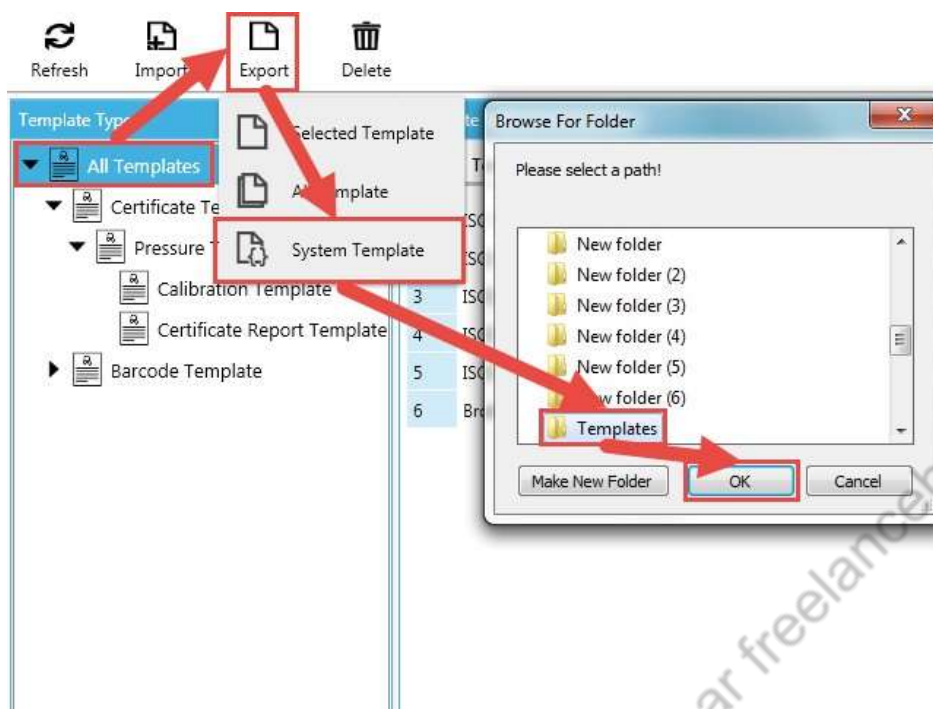

Рисунок 2
(1) Получение заранее заданного шаблона — см. рисунок 2.